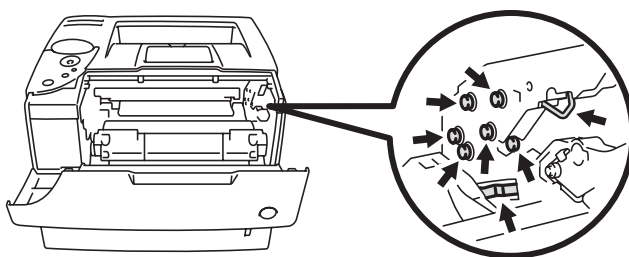

Figure 5-27
- Pour éviter tout dommage à l'imprimante résultant de l'électricité statique, ne mettez pas les doigts sur les électrodes indiquées dans la figure 5-27.